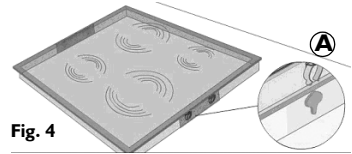

Fig. 4
- Installez le plan de cuisson dans l'orifice en faisant de sorte que les attaches **(A)** se bloquent dans les crans des étriers **(C)** Fig. 4 et 5).